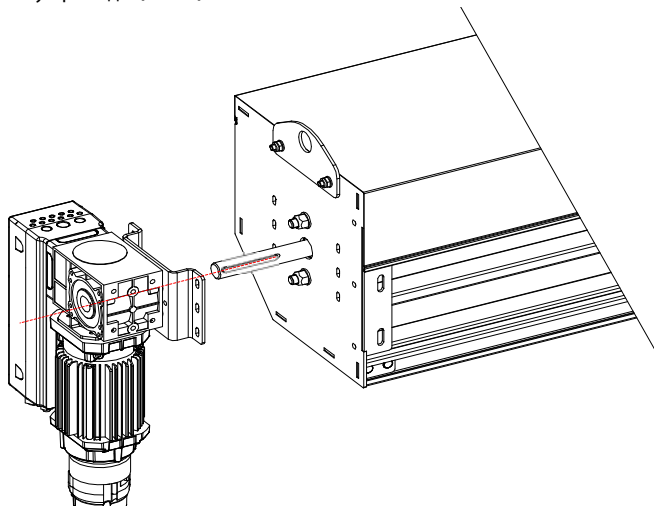

Рисунок 6
5. Расположите вал ворот со шпонкой таким образом, чтобы он совпадал со шпоночным пазом на валу привода. **(Рис.6)**